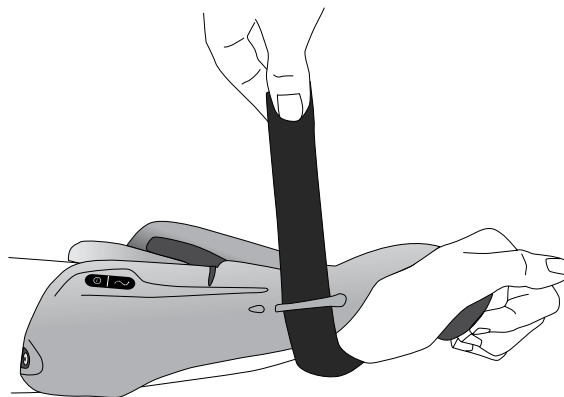

Figura 6-9 - Come assicurare la fascia da polso
2. Posizionare la fascia da polso sotto il polso e verso l'alto attraverso la barra di fissaggio della stessa (Figura 6-9).